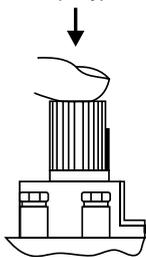

Рис. 5
**В котлах серии «Премиум» применяется газогорелочное устройство на основе итальянской автоматики «820 Nova» и инжекционной горелки Polidoro (см. рис. 5) ВНИМАНИЕ!**
- 7.1. Установка ручки управления в требуемое положение производится путем легкого нажатия и поворота в нужное положение (рис. 5).